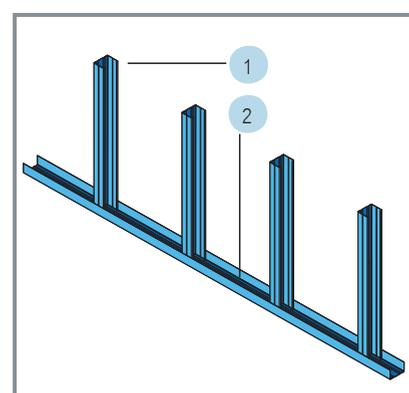

Fig. 1
- communs aux deux faces de la cloison (**KM**) (Fig. 1) ou